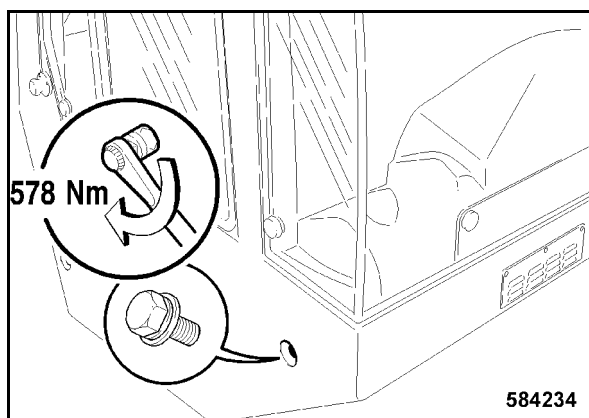

Bild 182
- Kiristä edessä, sivussa oleva kiinnitysruuvi oikealta 578 Nm:llä (Bild 182).